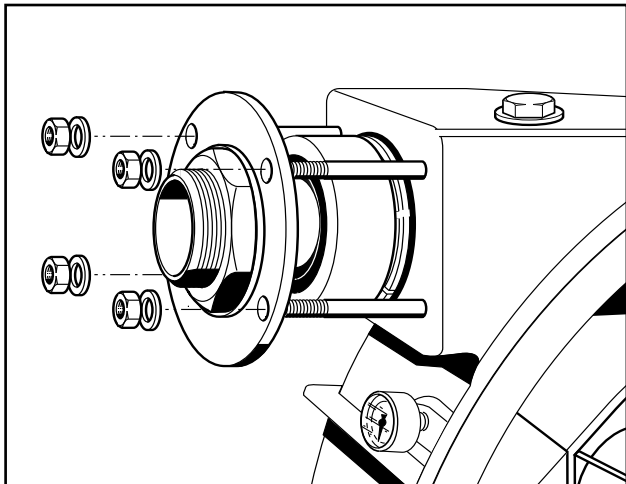

Fig. 28 Démontage des raccords
- Retirer des cales (fig. 28) pour diminuer la pression ou ajouter des cales supplémentaires pour l'augmenter. L'épaisseur des cales doit être la même sous chaque patin. Les cotes doivent coïncider avec exactitude à celles du tableau (voir plus bas).
5. Dévisser complètement les deux raccords, ainsi que la bride et écrous à six pans creux du carter de la pompe (Fig. 28) et retirer les deux raccords du tuyau de refoulement.